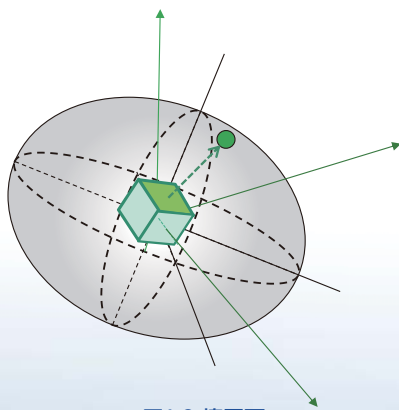

図1.9 楕円面
2) 微小要素(直方六面体)の方位を変化させていくと、六面体の一面に働く垂直応力の値は**楕円面**を形成する。つまり、該当箇所・位置での楕円面は一意的に定まる。(図1.9)